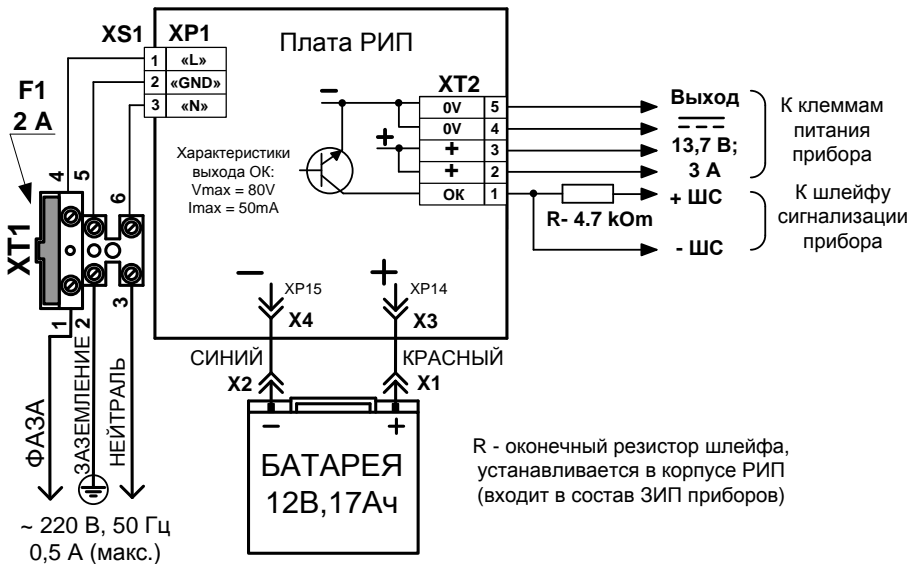

Рисунок 2
**ВНИМАНИЕ! При подключении внешнего питающего напряжения 220 В к сетевой колодке ХТ1 необходимо соблюдать правильность подключения проводов «фаза» и «нейтраль». Подключение производить в соответствии с Рис. 2. Схема подключения также расположена на внутренней стороне корпуса РИП.**
3.2.5 Согласно схеме соединений (рис. 2):
б) изъять из колодки вставку F1 (2 А), подключить сетевые провода к входной колодке (фаза (L) должна быть подключена к ХТ1:1, см. рис. 2);
г) для дистанционной сигнализации перехода на резервное питание или короткого замыкания подключить РИП к шлейфу сигнализации задитываемых приборов. Пример подключения РИП к приборам «Сигнал-20», «Сигнал-20П», «С2000-4» и им подобным приведен на рис. 2.
а) Подключить батарею к клеммам, соблюдая полярность (провод красного цвета подключается к положительному выводу батареи). Для увеличения времени работы РИП от резервного источника подключить клеммы кабеля Бокс-12 исп.0 (Бокс-12/34М5) параллельно клеммам основной батареи. Для отключения АБ без инструмента можно отсоединить одну из клемм Х3 или Х4 от платы (см. рис. 2).
з) Если ожидается длительный перерыв в питании от сети 220 В (более 7 суток), то во избежание переразряда АБ следует отключить её от платы РИП (отсоединить одну из клемм Х3 или Х4 от платы (см. рис. 2)).